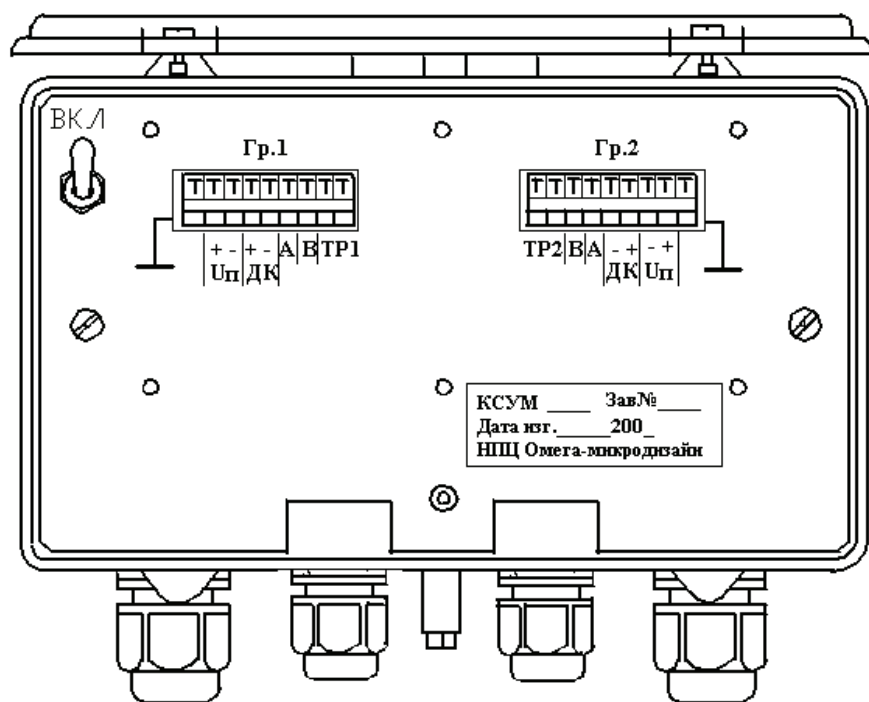

Рис. 1
3.2. Конструкция **КСУМ** включает съемное шасси, которое крепится к корпусу двумя невыпадающими винтами (Рис.1). На шасси установлены тумблер «ВКЛ» и кнопка-датчик положения крышки «открыта-закрыта» («вскрытия» блока). В шасси имеются окна для доступа к зажимам групп «Гр.1» и «Гр.2» для подключения двух сигнализационных устройств. На обратной стороне шасси установлена печатная плата с зажимами для кроссовых соединений, а также элементы грозозащиты.